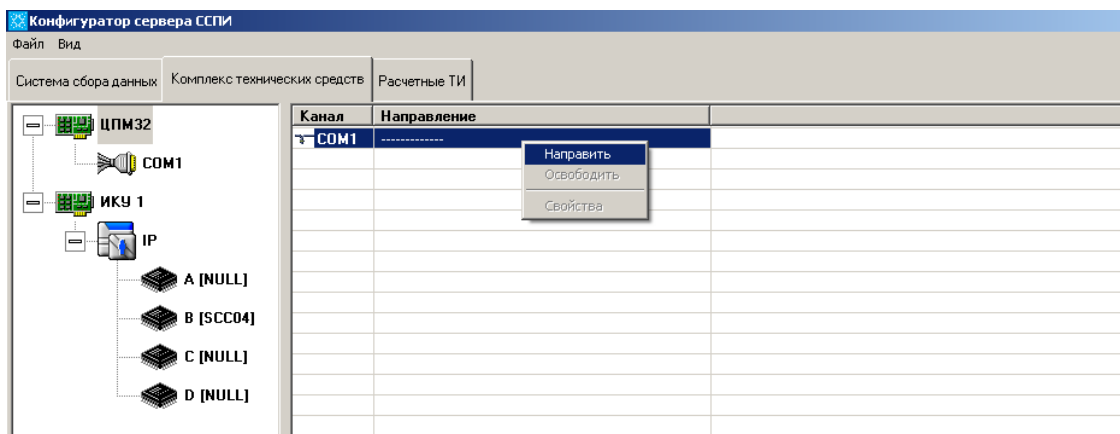

Рисунок 48. Привязка физического канала к каналу направления
- 2) Выберите пункт контекстного меню «Направить» (см. рисунок 48).